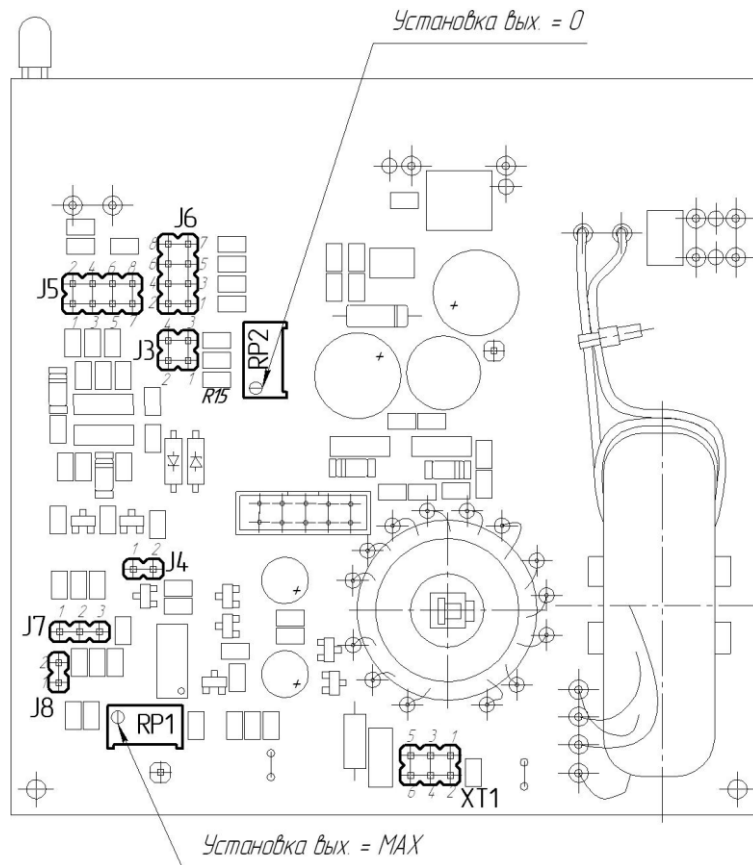

Рисунок 9.1 - Схема расположения органов регулирования и элементов настройки ПНС-3
9.4 Время преобразования для прибора ПНС-3 с заводской установкой равно 6 секундам - это максимальное время, необходимое для преобразования значения входного сигнала при резком его изменении (во весь диапазон шкалы - от 0% до 100% или наоборот). Если нужно перенастроить данное время нужно изменить положение перемычек J7 и J8 (см. рисунок 9.1) в соответствии с таблицей 9.3
Таблица 9.2 - Расположение переключателей в зависимости от диапазона входного сигнала (рисунок 9.1)